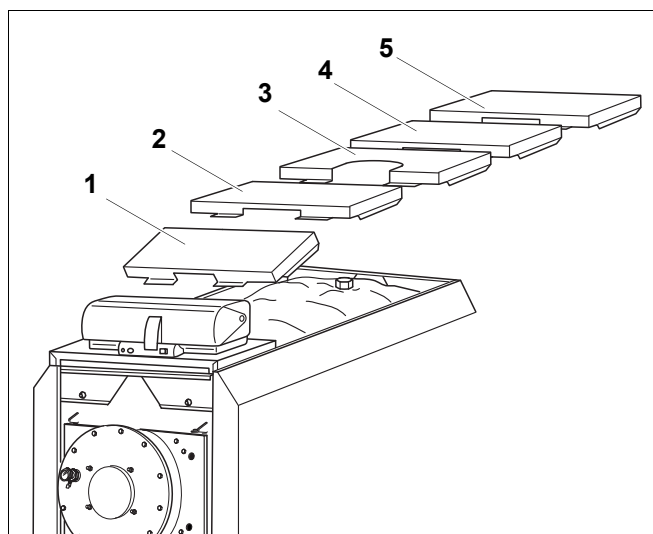

Рис.30 Верхние крышки
- ▶ Свободно положите верхние крышки котла [1], [3], [4] и [5] отбортовкой вперед на правую и левую боковые стенки, как показано на рис. 30. Крышка [2] отбортовкой назад.